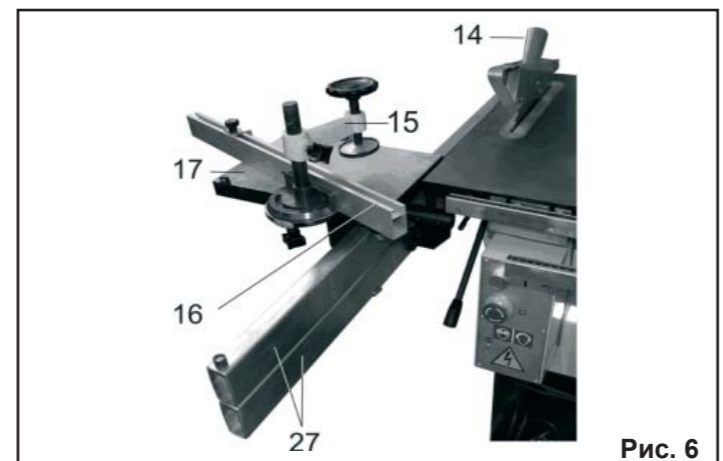

Рис. 6
2.2. На направляющую суппорта (27) установите пильный суппорт (17), предварительно вывернув ограничитель на направляющей суппорта (27), Рис. 6а.
8.2.3. На пильном суппорте (17) установите и закрепите направляющую скоса (16) и прижимное устройство (15), Рис. 6а.
8.2.4. Как показано на Рис. 6а, 6б, установите и закрепите фиксирующей ручкой защитный кожух (14).
Рис. 6а